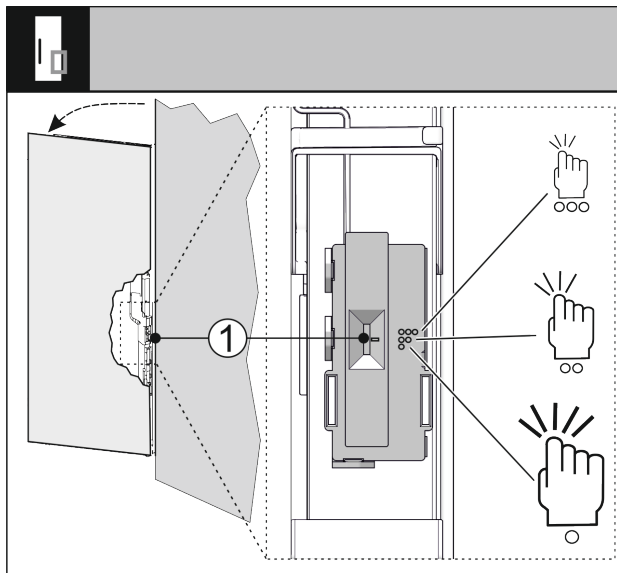

Fig. 71
Jūs varat iestatīt klauvējiena sensora jutību, izmantojot slēdzi Fig. 71 (1). Slēdzis atrodas eņģu pusē durvju apakšējā trešdaļā.
- Pārbīdiet slēdzi Fig. 71 (1) vajadzīgajā slēdža pozīcijā.